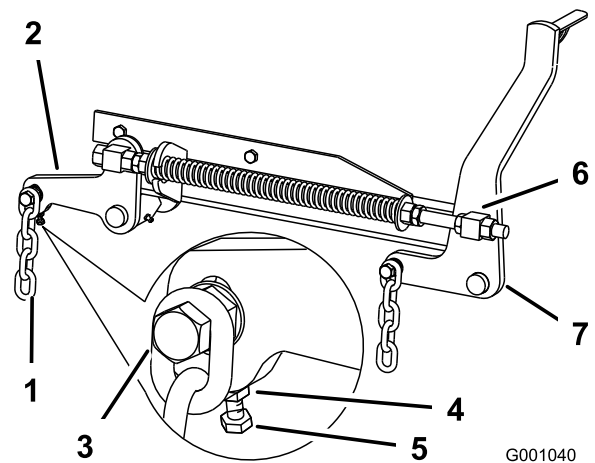

Bild 79
7. Wenn die Werte an den Stellen **B** oder **C** falsch sind, lösen Sie die Schraube, mit der die hintere Kette am hinteren Stützarm befestigt ist (Bild 79).
8. Lösen Sie die Klemmmutter unter dem hinteren Stützarm und stellen Sie die Einstellschraube so ein, dass Sie einen Wert von 7,9 mm bis 8,3 mm erhalten (Bild 79).
7. Lösen Sie die Klemmmuttern des vorderen Drehzapfens, vorne am rechten und linken Drehzapfen, um ungefähr 13 mm (Bild 79).
8. Stellen Sie die Hubmutter auf der linken und rechten Seite der Maschine so ein, dass Sie vorne an Stelle **A** einen Wert erzielen, der um 6 mm bis 10 mm niedriger ist als hinten an Stelle **B** (Bild 79).